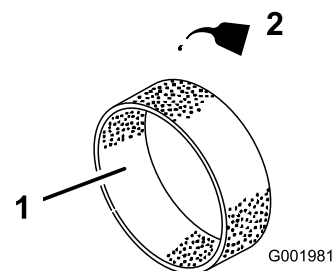

Figura 44
- Coloque 30 ou 60 ml de óleo no filtro (Figura 44).